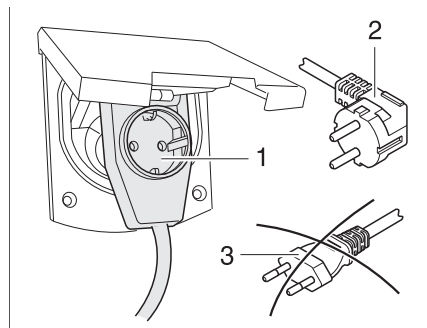

Fig. 304 Raccordement à un adaptateur coudé avec prise de courant
► En cas d'utilisation d'une prise CEE 17 coudée avec prise de courant en face arrière (Fig. 304,1), utiliser uniquement une fiche caoutchoutée et scellée IP 44 avec contact de mise à la terre (Fig. 304,2). Ne pas utiliser de fiche sans contact de mise à la terre (Fig. 304,3). Danger d'électrocution !